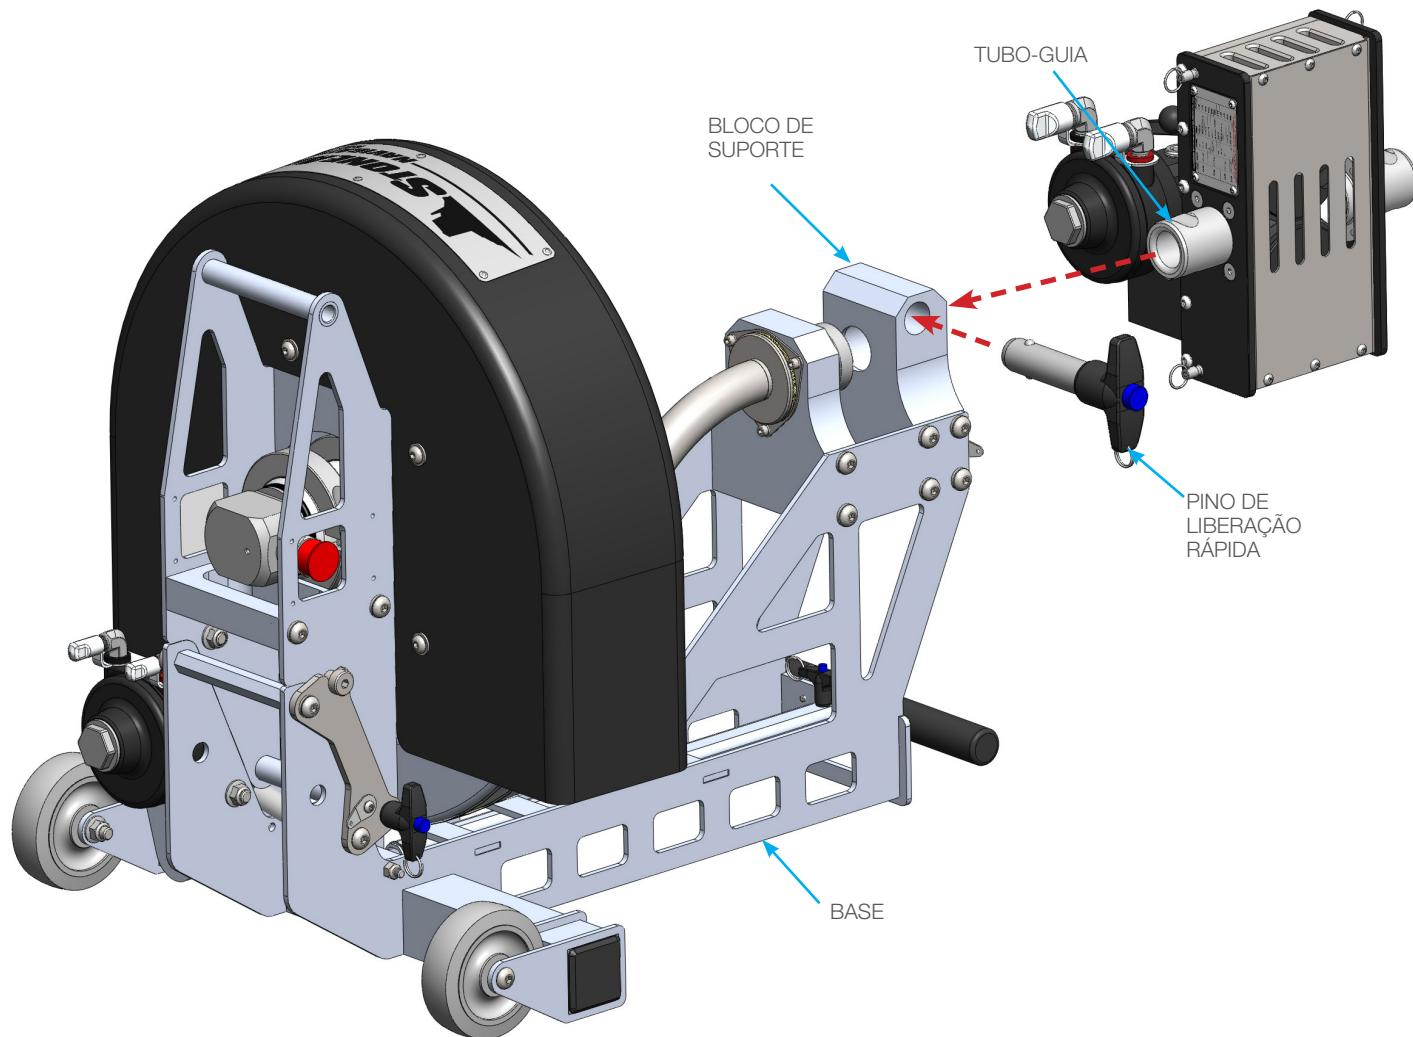

FIGURA 2
2. Extraia o Pino de Liberação Rápida da Base. Instale o ABX-PRO PRODRIVE na Base, encaixando o Tubo-Guia no Bloco de Suporte e introduzindo o Pino de Liberação Rápida. (**Figura 2**)